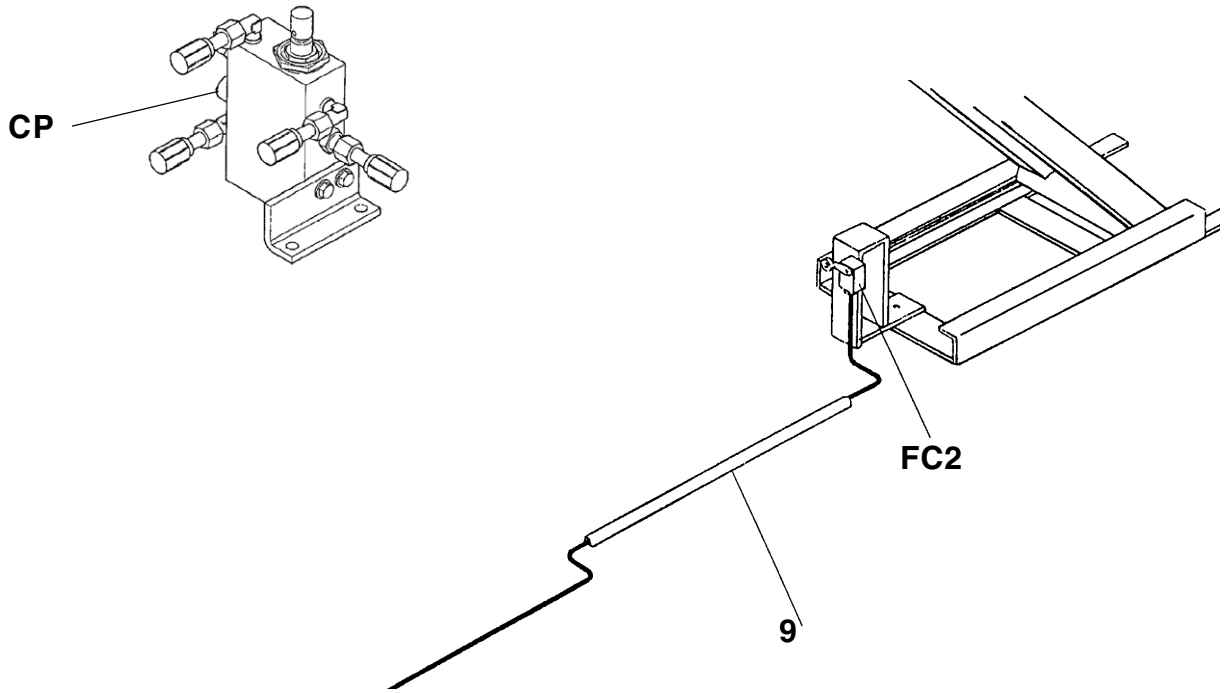

Fig. 25
4.7.2 RAV635-640-650-660 .1-.2 (I)
Collegare i cavi presenti in centralina al pressostato (CP) (vedi Fig.25).
Posizionare il micro FC2 sotto alla pedana P1, infilare il cavo nella canalina (1 Fig.25) e collegarlo alla morsettiera nella centralina (vedi Fig.23). Fissare la canalina al suolo con gli appositi tasselli.
Connect the leads in the control unit to pressure switch (CP) (see fig. 25).
Place the microswitch FC2 below platform P1, fit the cable in the cableway (1 Fig. 25) and connect it to the terminal board in the control unit (see Fig. 23). Fasten the cableway to the floor using the plugs provided.
Die im Schaltschrank vorhandenen Kabel an den Druckwächter (CP) (siehe Abb. 25). Den Mikroschalter FC2 unter der Fahrbahn P1 positionieren, das Kabel in die Kabelführung verlegen (1 Abb. 25) und an die Klemmleiste im Schaltschrank anschliessen (siehe Abb. 23). Die Kabelführung über die dazu vorgesehenen Dübel am Fussboden verdübeln.
Connecter les câbles du pupitre de commande au pressostat (CP) (voir Fig. 25).
Positionner le microrupteur FC2 sous le chemin de roulement P1, introduire le câble dans le cheminement (1 Fig. 25) et le raccorder à la barrette de connexion située dans le pupitre de commande (voir Fig. 23). Fixer le cheminement au sol au moyen des vis tamponnées spéciales.
Conecte los cables situados en el panel de mando al presostato (CP) (ver Fig. 25).
Coloque el microinterruptor FC2 debajo de la plataforma P1, enfilar el cable en el conducto (1 Fig. 25) y conectarlo al tablero de bornes del panel de mando (ver Fig. 23). Fije el conducto en el suelo con los tacos apropiados.